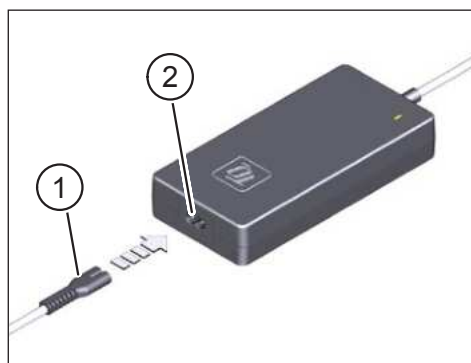

Fig. 1: Branchement du Charger sur le secteur
- Branchez la fiche de l'appareil du câble d'alimentation spécifique au pays (élément 1 Fig. 1) dans la prise du Charger (élément 2 Fig. 1).